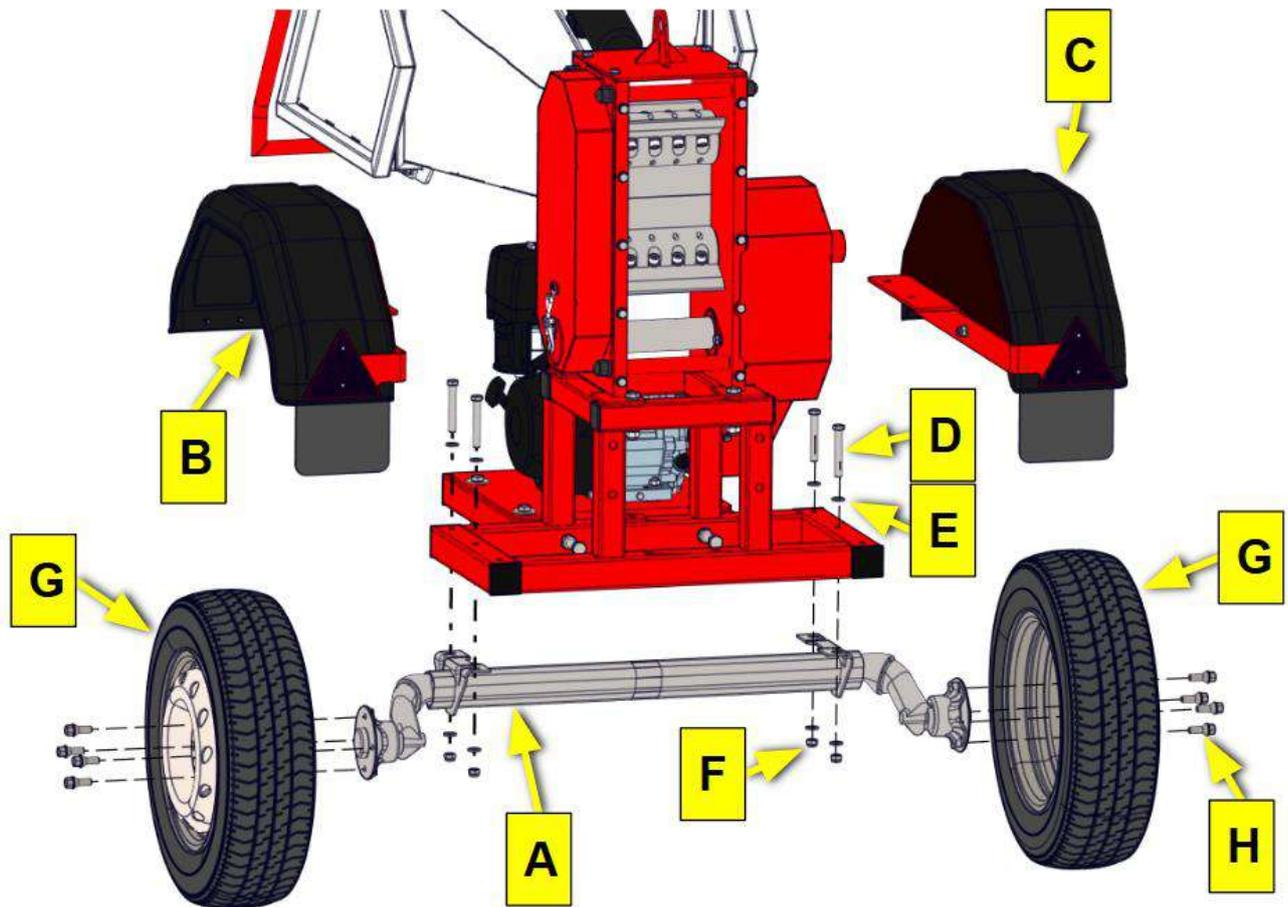

Рисунок 17. Встановлення осі, крил та коліс
- Зафіксуйте вісь (А) та кронштейни крил (В та С) до рами за допомогою 4-х болтів М12х90(Д), 8-ми шайб М12 (Е) та 4-х гайок М12 (F);
- Розмістіть колеса (G) навпроти матичин осі. Затисніть колеса болтами (H) (в комплекті осі) (Рис. 17).